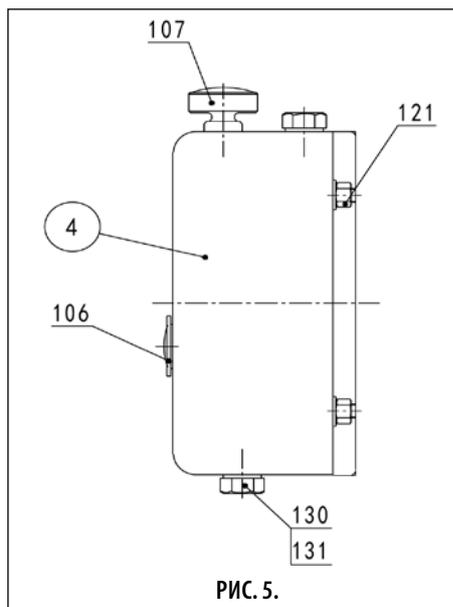

РИС. 5.
См. рис. 5. Снимите винтовую сливную пробку (130) и уплотнение (131), откройте воздушный фильтр (107) и слейте смазочное масло из редуктора (04).